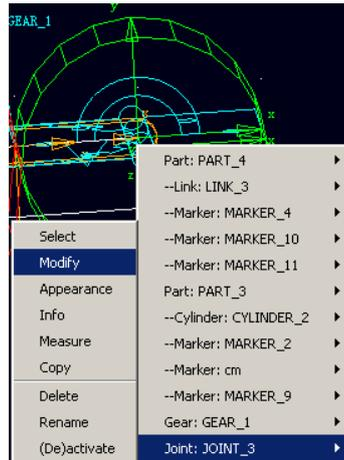

图 5-1 旋转副属性修改命令
5.2 对小齿轮的进行运动分析。对小齿轮的旋转副 JOINT_3 进行角位置分析。在 ADAMS/View 工作窗口中用鼠标右键点击小齿轮的旋转副 JOINT_3，选择 Modify 命令，如图 5-1 所示，在弹出的修改对话框中选择测量 (Measures) 图标